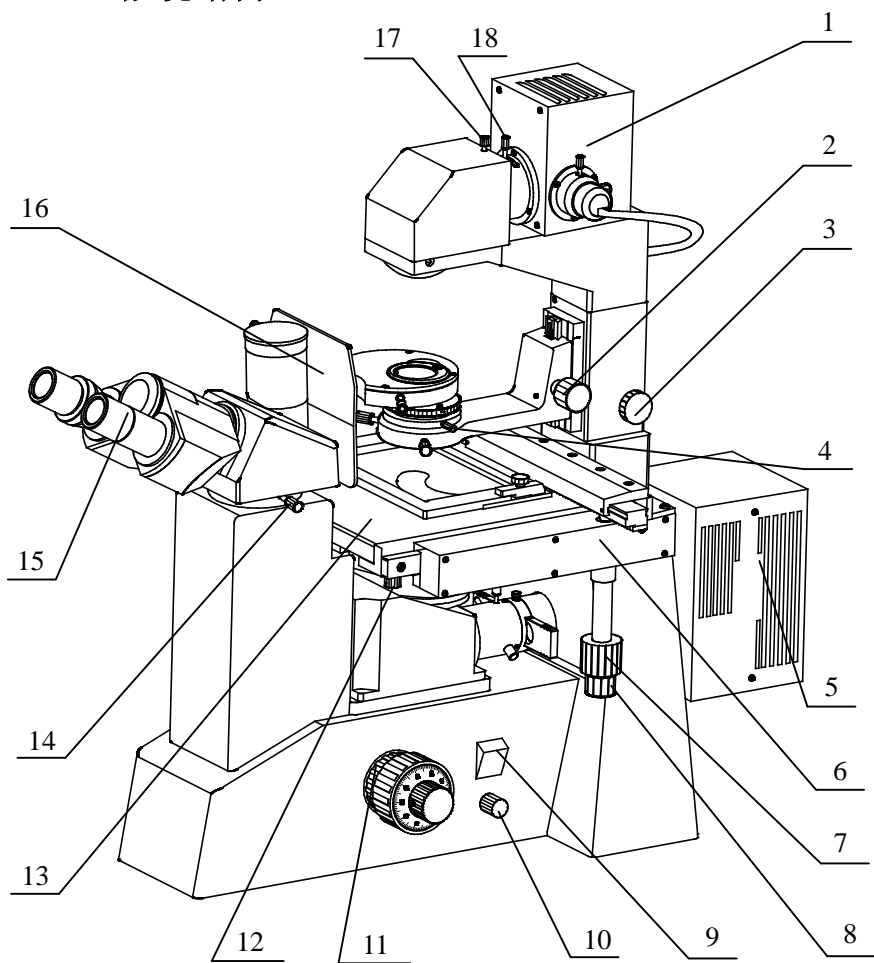
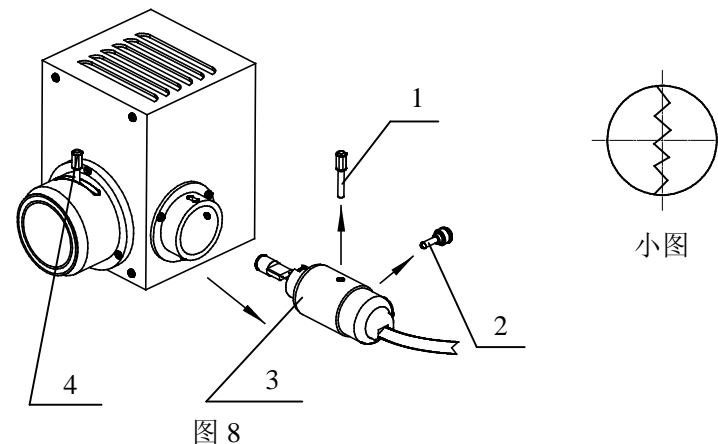

图 1
图 8
1. 将电源开关 9 拨向“1”一边,接通电源(图 1)。
5. 调节聚光镜的位置、亮度调节旋钮 10 和孔径光阑调节转环 39,以达到满意的照明状态。(图 1、2)
旋转聚光镜升降手轮 2，使特长工作距离聚光镜移到刻线处，在滤色片座 20 上放一张白纸（图 1、2），调节集光镜调节手柄 4，使灯丝清晰成象在白纸上，旋松灯座固紧螺钉 2，移动灯座调节手柄 1，如灯丝像不在通光孔的中间，可适当拨动灯泡，使灯丝像在通光孔的中间（如小图所示）。旋紧灯座固紧螺钉 2，使灯泡位置固定。（图 8）
将 10×物镜转入工作位置，用 10×目镜观察，转动粗/微动调焦手轮 25 和 26，使标本成象清晰，转动视场光栏调节转环 19，使视场光栏关小，旋转聚光镜升降手轮 2，使视场光栏清晰成象，然后用聚光镜调节螺钉 37 使视场光栏调至目镜视场中心，旋转视场光栏调节转环 19，使视场光栏比目镜视场光栏稍大即可使用。（图 1、2）
将电源开关 9 按向“ I ”一边，接通电源，调节亮度旋钮 10，使两眼能舒适地观察标本的像。（图 1）**注意：**尽量不要使亮度旋钮长时间处在最亮位置，以免降低灯泡使用寿命。
使用超长工作距离聚光镜时，旋松聚光镜固紧螺钉 4，取出特长工作距离聚光镜，装入超长工作距离聚光镜，固紧聚光镜固紧螺钉 4，旋转聚光镜升降手轮 2，使聚光镜的光斑在标本上聚焦成亮点。（图 1）
灯泡的更换如图 8 所示。
光路中拨开。(图 1、2)